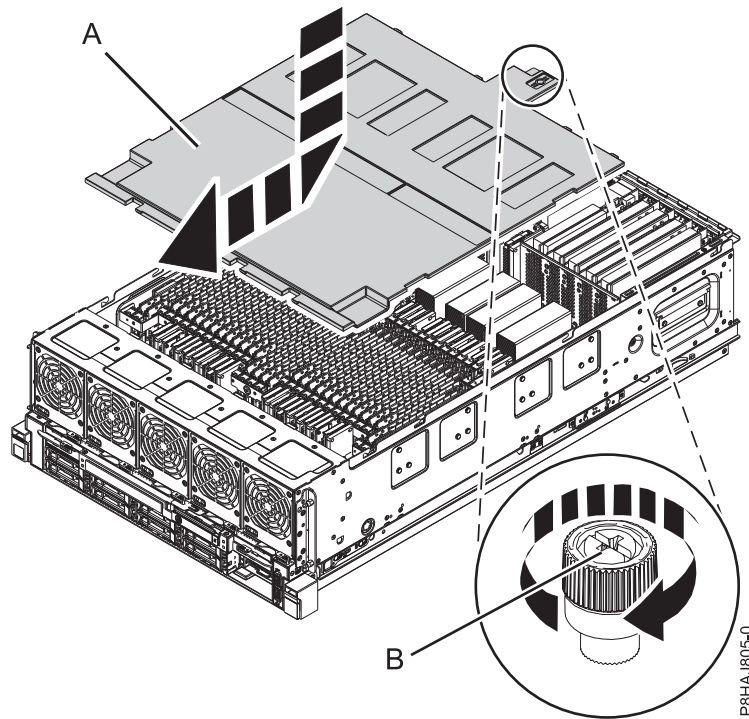

Figure 21. Remise en place du capot de sécurité
2. Poussez le capot de sécurité (A) en direction du châssis.
3. Serrez la vis moletée (B) en la tournant dans la direction illustrée dans figure 21, à la page 51 dans le but de fixer le capot de sécurité au châssis.